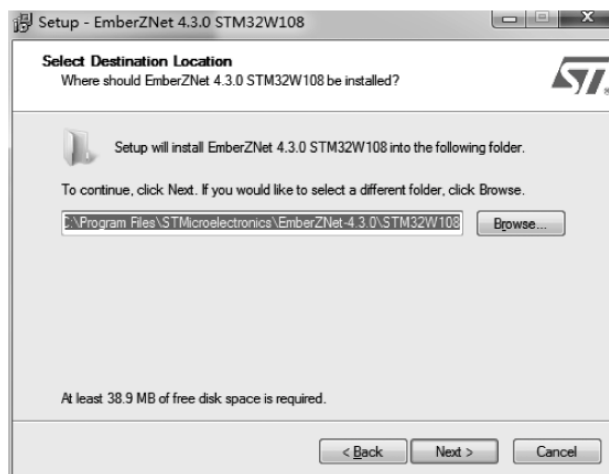
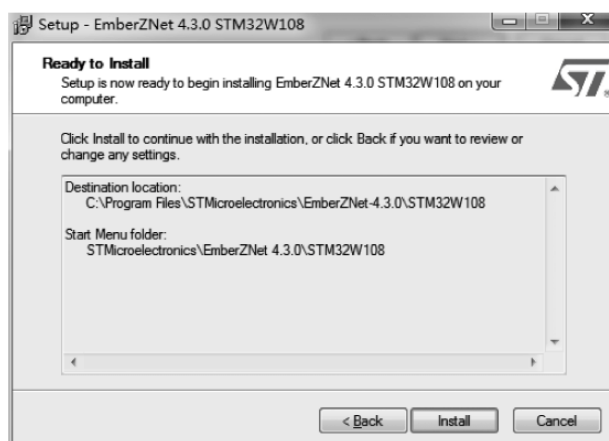

图 3.20 默认 C 盘安装路径
图 3.22 开始安装
(3) 选择安装路径,这里选择默认 C 盘 Program Files 文件夹下,并单击 Next 按钮,如图 3.20~图 3.22 所示。